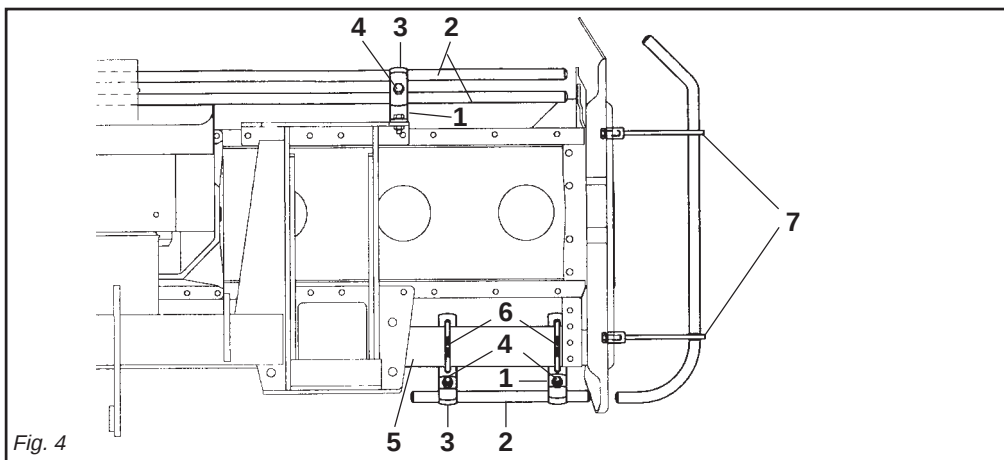

Fig. 4
- Il gruppo delle protezioni, composto dall'attacco (1 Fig. 4) che fa da fermo per i tubi (2 Fig. 4) bloccati dalla staffa (3 Fig. 4) e dalle viti (4 Fig. 4), è fissato al tubo quadro anteriore (5 Fig. 4) mediante i cavallotti (6 Fig. 4), e va posizionato uno a destra e uno a sinistra il più esternamente possibili.
- *The protection unit, consisting of the coupling (1 Fig. 4) that acts as a clamp for the pipes (2 Fig. 4) locked by the bracket (3 Fig. 4) and by the screws (4 Fig. 4), is fixed to the square front pipe (5 Fig. 4) by the U-bolts (6 Fig. 4) and should be positioned as far outwards as possible, one on the right and the other on the left.*
- Die Gruppe der Schutzvorrichtungen, die sich aus dem Anschluß (1 Abb. 4), der zur Arretierung für die Rohre (2 Abb. 4) dient, die durch den Bügel (3 Abb. 4) blockiert werden, und den Schrauben (4 Abb. 4) zusammensetzt, wird am vorderen Vierkantröhr (5 Abb. 4) mit den U-Bolzen (6 Abb. 4) befestigt. Eine davon ist rechts und eine links, so weit wie möglich außen anzubringen.
- *Le groupe des protections, comprenant l'attelage (1 Fig. 4) qui sert de butée pour les tubes (2 Fig. 4) bloqués par la bride (3 Fig. 4) et par les vis (4 Fig. 4), est fixé au tube carré avant (5 Fig. 4) par des crampons (6 Fig. 4). Positionner une protection à droite et une à gauche, le plus possible à l'extérieur.*
- El grupo de las protecciones, compuesto por la conexión (1 Fig. 4) que funciona como bloqueo de los tubos (2 Fig. 4) bloqueados a su vez por el soporte (3 Fig. 4) y por los tornillos (4 Fig. 4), está fijado en el tubo cuadrado anterior (5 Fig. 4) mediante los pernos de U (6 Fig. 4) y debe ser emplazado uno a la derecha y uno a la izquierda lo más externamente posible.
- Lateralmente, su entrambe le fiancate, vanno fissate tramite le viti le protezioni sagomate (7 Fig. 4).
- The shaped protections should be fixed laterally with screws to both the sides (7 Fig. 4).
- Seitlich auf den beiden Seitenteilen sind die geformten Schutzteile (7 Abb. 4) mit Schrauben zu befestigen.
- Les protections galbées doivent être fixées latéralement, des deux côtés (7 Fig. 4) avec les vis des protections.
- Lateralmente, sobre ambos lados, debemos fijar mediante los tornillos las protecciones molduradas (7 Fig. 4).